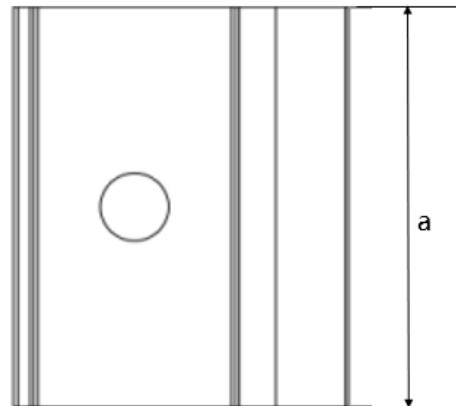
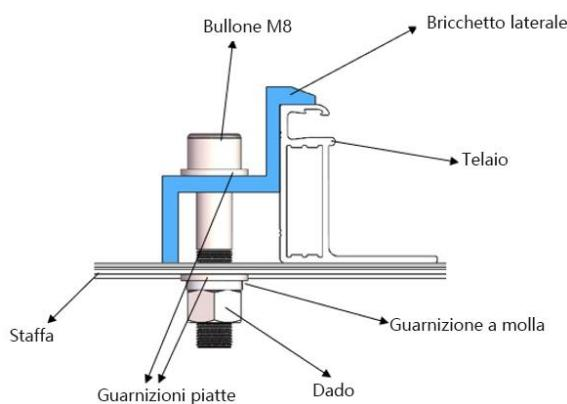

Fig. 7 Vista dall'alto del morsetto marginale
Fig. 11 Diagramma di installazione del morsetto marginale
- ③ La superficie superiore della barra a contatto con il telaio del modulo deve essere dotata di scanalature compatibili con un bullone M8.
- ④ Se le scanalature non sono presenti, può essere necessario praticare dei fori di diametro adeguato per consentire il fissaggio dei bulloni alla barra negli stessi punti indicati sopra.
- ⑤ Assicurarsi che la sequenza di montaggio di ciascun morsetto segua l'ordine di rondella piatta, rondella elastica e dado.
- ⑥ Le Figure 7 e 10 mostrano lo schema del morsetto, mentre le Figure 11 e 12 mostrano lo schema di installazione del morsetto. Le dimensioni della morsa sono le seguenti: Lunghezza (a) ≥ 50 mm, con uno spessore minimo di 4 mm e una sovrapposizione con il telaio (d) ≥ 10 mm; oppure Lunghezza (a) ≥ 60 mm, con uno spessore minimo di 3 mm e una sovrapposizione con il telaio (d) ≥ 8 mm. La sezione della morsa può essere modificata a condizione di garantire un'installazione affidabile e non deve estendersi oltre il telaio per evitare il contatto con il vetro.
- ⑦ I moduli di dimensioni pari o superiori a 2384*1303 mm sono adatti solo per una dimensione della morsa di lunghezza (a) ≥ 60 mm.
- ⑧ La coppia di serraggio consigliata è di 17~23 N•m per viti e bulloni di Classe 8.8.